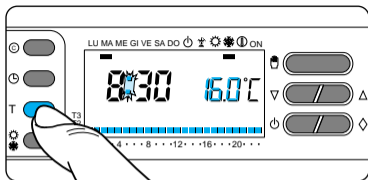

Fig. 36
6.3 - Pulse el botón T (fig. 36).